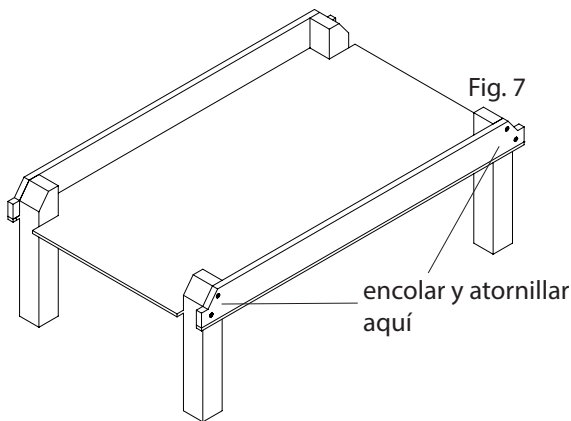

Fig. 7
7. Encolar y atornillar el segundo lateral y las otras dos patas del fútbolín en el lado opuesto (ver Fig. 7).